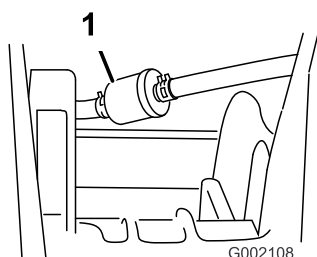

Figure 37
3. Enlevez les colliers qui retiennent le filtre à carburant sur les conduites d'alimentation (Figure 37) comme suit :